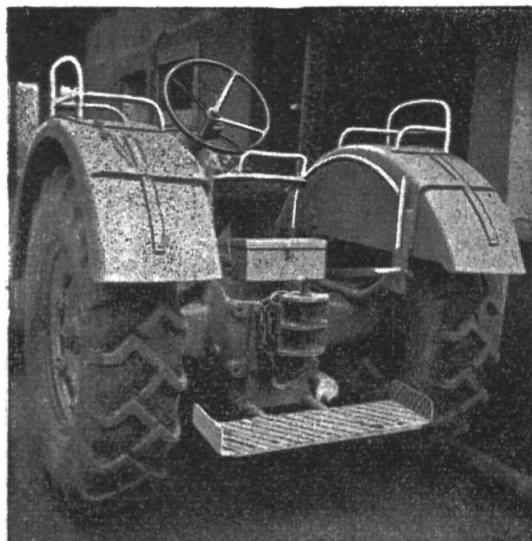
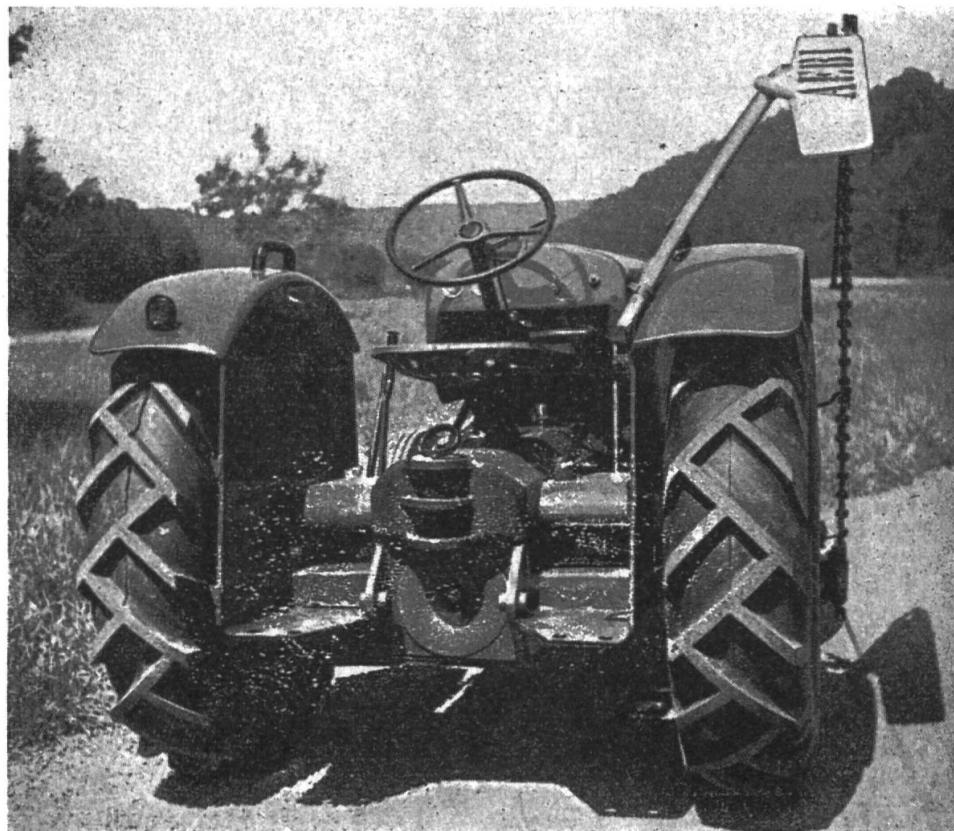

Fig. 2:
Fig. 3
- Utilisation d'un siège auxiliaire (Fig. 2). Avec certains pare-boue, ils sont faciles à réaliser.
- Utilisation de pare-boue avec une paroi intérieure descendant jusqu'au marche-pied, avec poignées au pare-boue et au siège (Fig. 3).
- Si la paroi intérieure du pare-boue ne descend pas jusqu'au marche-pied, celui-ci sera muni d'un rebord (Fig. 2). Les poignées seront quand même fixées comme sur la Fig. 3.